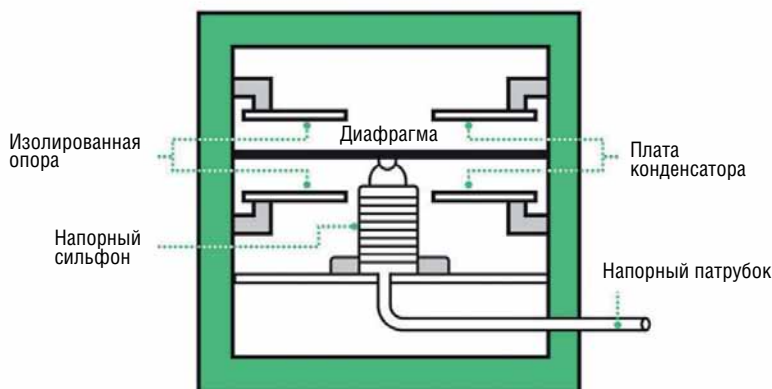

Рис. 2. Устройство емкостного датчика
► *Емкостные датчики* (рис. 2).